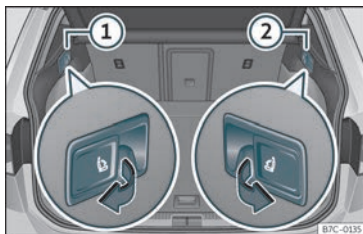

Fig. 103 Al maleter: palanques per al desbloqueig a distància de les parts esquerra (1) i dreta (2) del respall del darrere.
- Estireu la palanca de desbloqueig »» fig. 103 del respall que voleu abatre.